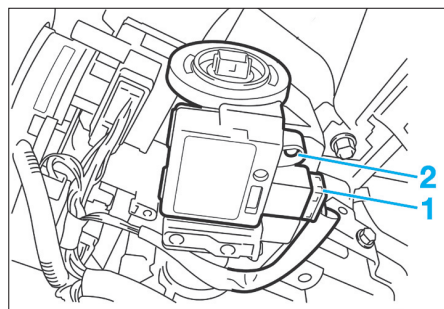

FIG. 7
- Débrancher le connecteur (1) et déposer la vis de maintien du transpondeur (2) (Fig.7).